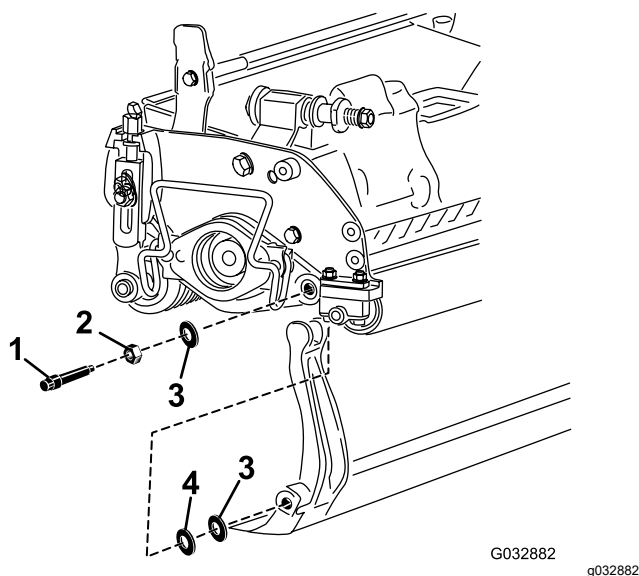

**Figura 14**
3. Pe fiecare latură a mainii, slăbii contrapiulia care fixează urubul barei de cadru (Figura 14).
4. Îndepărtați fiecare urub al barei de cadru, permițând tragerea în jos și îndepărtarea acestuia de pe unitatea de tăiere (Figura 14).